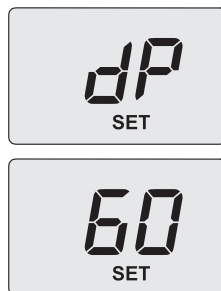

Figura 7.5
Sul display compare la scritta "**SET**" (Figura 7.5).
- Una volta impostato il valore a **4** (spazzacamina attivo in massimo sanitario) premere il tasto 14 per confermare. Sul display appare **dP** alternato alla temperatura massima in sanitario (Figura 7.5).